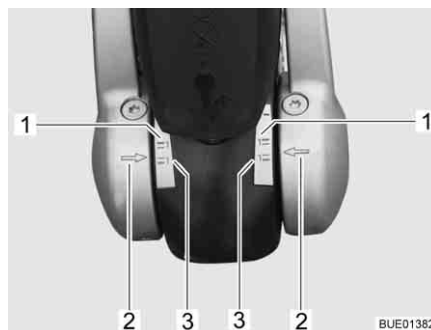

Bild 209 Indikering friktionsbelägg vänster och höger
- När pilarna på tryckbrickan (Bild 209,2) är nedanför eller vid den gröna markeringsytan (Bild 209,3) är friktionsbeläggen i fullgott skick.
- När pilarna på tryckbrickan är inom markeringsytorna (Bild 209,1 och 3) är friktionsbeläggen lätt slitna.
- När pilarna på tryckbrickan är vid eller nedanför den röda markeringsytan (Bild 209,1) är friktionsbeläggen utslitna. Låt byta friktionsbeläggen.